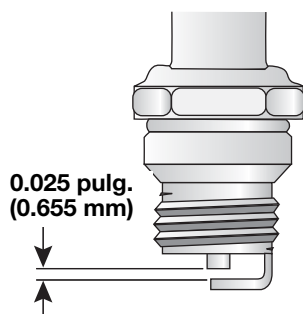

Figure 42
3. Cambie toda bujía partida, inundada o sucia. Fije la separación de aire a **0.025 pulgadas (0.655 mm)** utilizando un calibrador (Fig. 42).